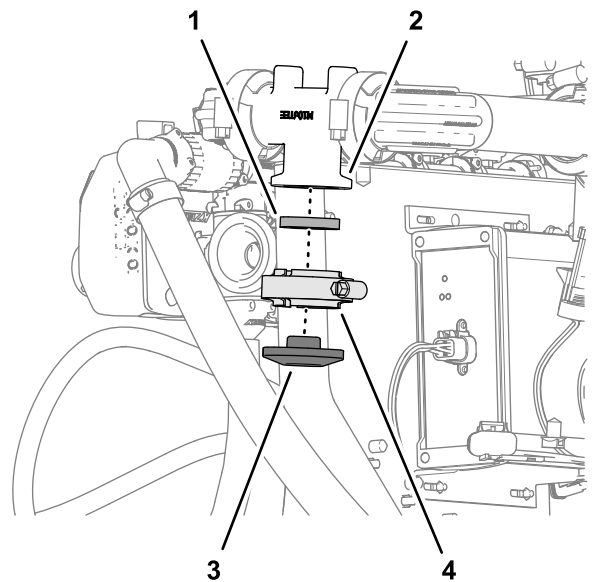

図 138
3. プレーンキャップをフローメータマニホルドのフランジに組み付けるステップ 2 で外したフランジクランプとガスケットを使用する。クランプは手締めする 図 138。